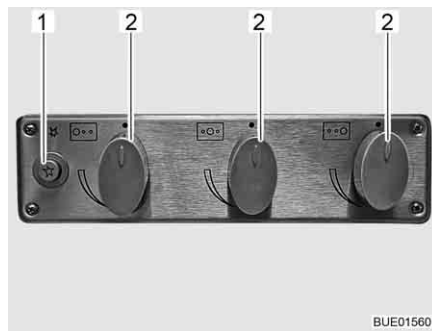

Fig. 168 Boutons de commande pour le réchaud à gaz
- Tourner le bouton tournant (Fig. 168,2) du brûleur désiré en position d'allumage (grande flamme).
- Presser le bouton-poussoir (Fig. 168,1). L'allumage automatique engendre des étincelles. Un déclic est audible.